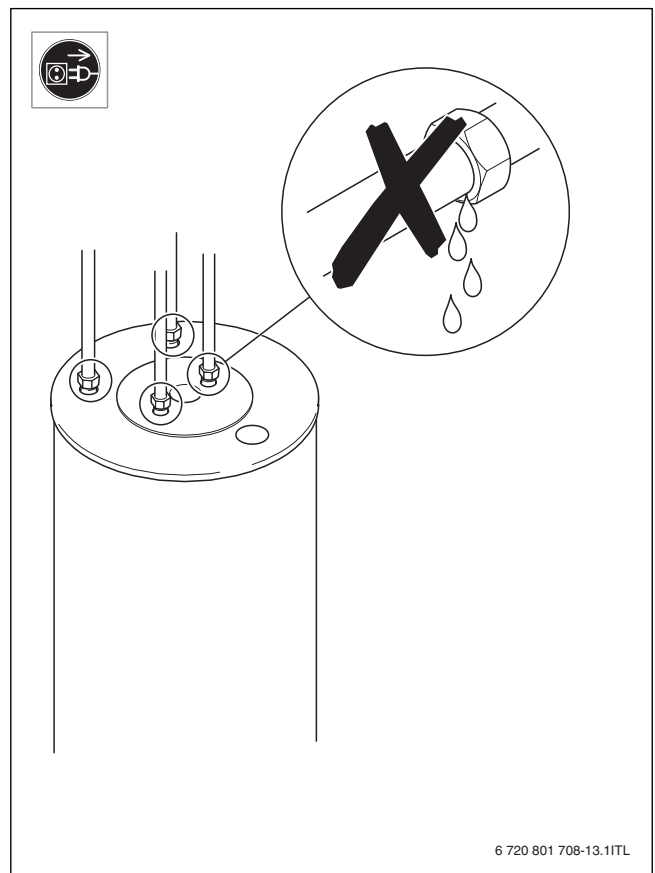

Fig. 13
- ▶ Vérifier l'étanchéité après le remplissage (→ fig. 13, page 68).